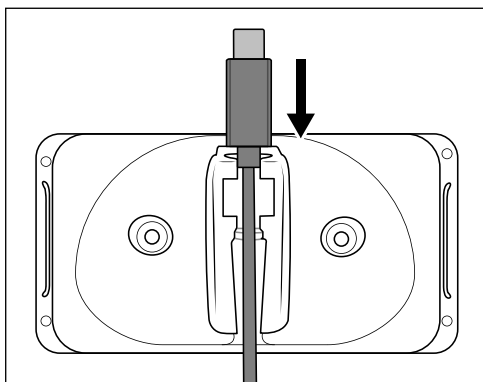
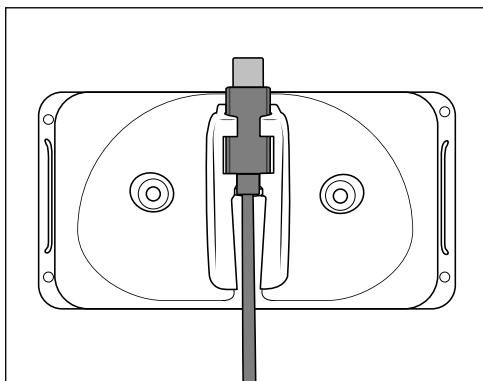

Fig. 1
Fig. 2
- Assicurarsi che nella parete non si trovino linee di corrente o di altro tipo, ovvero tubi, prima di praticare i fori per il supporto a parete ③. La perforazione di una linea elettrica comporta pericolo di morte!
- 1) Inserire il connettore USB tipo C ⑤ del cavo di carica USB ④ nel supporto a parete ③ (vedere fig. 1). Spingere il connettore USB tipo C ⑤ verso il basso finché non s'innesta nel supporto a parete ③ (vedere fig. 2).